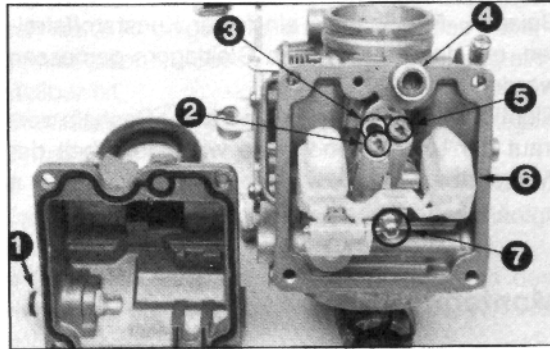

Bild 69
- Sprit aus Schwimmkammern ablassen: Kraftstoff in geeignetes Auffanggefäß nach Aufdrehen der Ablass-Schraube ablassen, siehe Bild 69, Nr. 1.
- Abgleich-(Synchronisier-)Schrauben wenn möglich nicht lösen. Darauf achten, dass Federn der Abgleicheinrichtung nicht verloren gehen. Siehe Bild 69, Nr. 3.
- Vier (zwei bei neuerer Ausführung) Kreuzschlitzschrauben von unten mit Schlagschrauber ausdrehen und Schwimmkammer-Deckel abnehmen. Siehe Bild 69, Nr. 8.